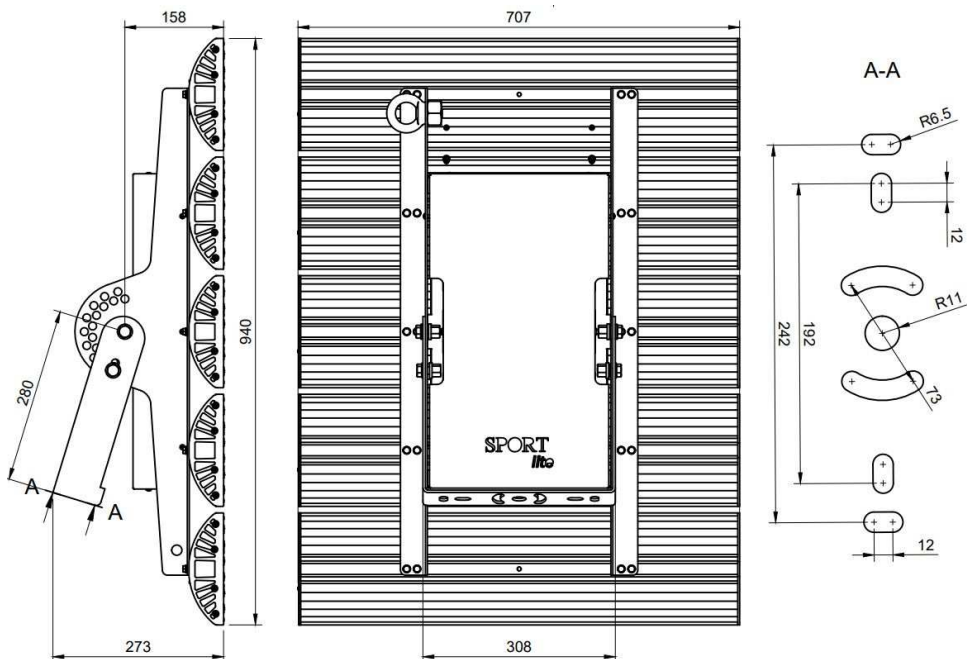

Рис.1 – Внешний вид, габаритные и присоединительные размеры
- 4.1. Монтаж прожектора к основанию выполнить винтами М12 (в комплект поставки не входят), через отверстия в опорном кронштейне (см. рисунок 1).